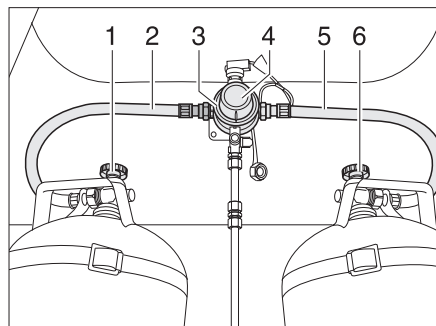
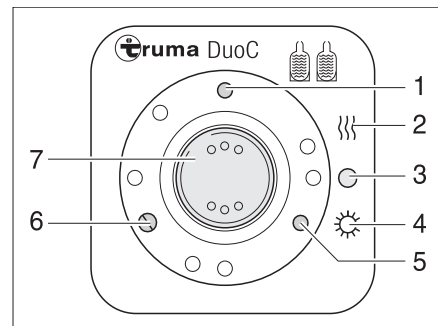

Bild 187 DuoControl-Umschaltanlage
Bild 188 Bedieneinheit
Die DuoControl-Umschaltanlage besteht aus einem Umschaltventil (Bild 187,3) und der Bedieneinheit (Bild 188). Das Umschaltventil ist zwischen den Gasschläuchen (Bild 187,2 und 5) montiert. Mit dem Drehknopf (Bild 187,4) am Umschaltventil kann bestimmt werden, welche der Gasflaschen als Betriebsflasche und welche Gasflasche als Reserveflasche verwendet wird.
An der Bedieneinheit (Bild 188) können nur die elektrischen Funktionen geschaltet werden. Die Haupt-Absperrventile der Gasflaschen (Bild 187,1 und 6) müssen von Hand geöffnet werden.
Das Umschaltventil gewährleistet einen konstanten Gasdruck, unabhängig davon, welche Gasflasche Gas liefert. Die zwei Kontroll-Leuchten an der Bedieneinheit zeigen den Füllstand der Betriebsflasche an. Wenn die grüne Kontroll-Leuchte (Bild 188,6) leuchtet, ist die Betriebsflasche voll. Wenn die rote Kontroll-Leuchte (Bild 188,5) leuchtet, ist die Betriebsflasche leer. Die Gasversorgung erfolgt dann über die Reserveflasche.
- Die Haupt-Absperrventile an den Gasflaschen (Bild 187,1 und 6) öffnen.
- Mit dem Drehknopf (Bild 187,4) am Umschaltventil (Bild 187,3) die Gasflasche wählen, der vorrangig das Gas entnommen werden soll (Betriebsflasche). Den Drehknopf immer bis zum Anschlag drehen.
- An der Bedieneinheit (Bild 188) die DuoControl-Umschaltanlage einschalten. Dazu den Wippschalter (Bild 188,7) auf Winterbetrieb "Ein und Heizen" (Bild 188,2) oder auf Sommerbetrieb "Ein" (Bild 188,4) stellen. Das Umschaltventil ist jetzt entlüftet. Die gelbe Kontroll-Leuchte (Bild 188,1) leuchtet, wenn Winterbetrieb gewählt wird und die Regler-Enteisungsanlage eingeschaltet ist.
- Den Wippschalter (Bild 188,7) auf "O" (Bild 188,3) stellen. Die gelbe Kontroll-Leuchte (Bild 188,1) erlischt.
- Die Haupt-Absperrventile an den Gasflaschen (Bild 187,1 und 6) schließen.
Die Kontroll-Leuchten an der Bedieneinheit (Bild 188,5 und 6) signalisieren im Fahrzeuginneren, ob die Betriebsflasche betriebsbereit ist.
Wenn die grüne Kontroll-Leuchte (Bild 188,6) während des Betriebs erlischt und die rote Kontroll-Leuchte (Bild 188,5) aufleuchtet, ist die als Betriebsflasche gewählte Gasflasche leer und muss gewechselt werden. Die Reserveflasche versorgt die Gasverbraucher weiterhin mit Gas.